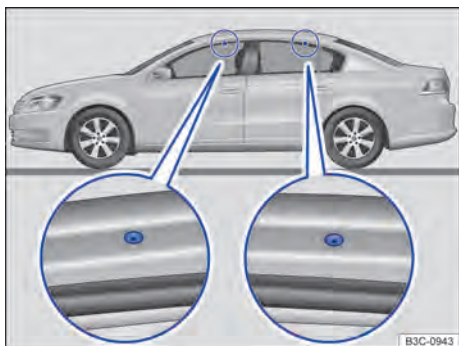

Fig. 113 Abaixo das vedações de borracha da porta dianteira e traseira: pontos de fixação para os suportes de base.
Os furos para fixação dos suportes de base se encontram nos lados inferiores das vigas do teto e somente podem ser vistos se a porta estiver aberta $\Rightarrow$ Fig. 113.
- Fixar as barras de suporte somente nas marcações indicadas na figura $\Rightarrow$ Fig. 113.